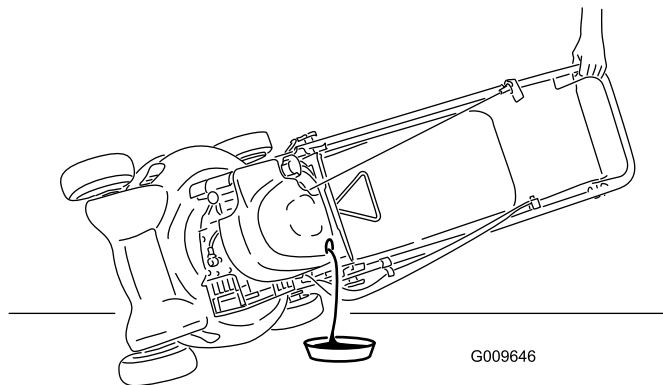

Figura 22
3. Coloque el cortacésped de lado con la varilla de aceite hacia abajo para drenar el aceite usado a través del tubo de llenado de aceite (Figura 22).